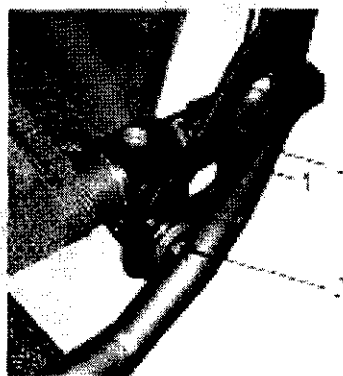

Fig. 17
- 4) Aprieta los tornillos (1) a ambos lados.
6) Equilibrado de la silla de ruedas (Fig. 17) (sólo U2 light)